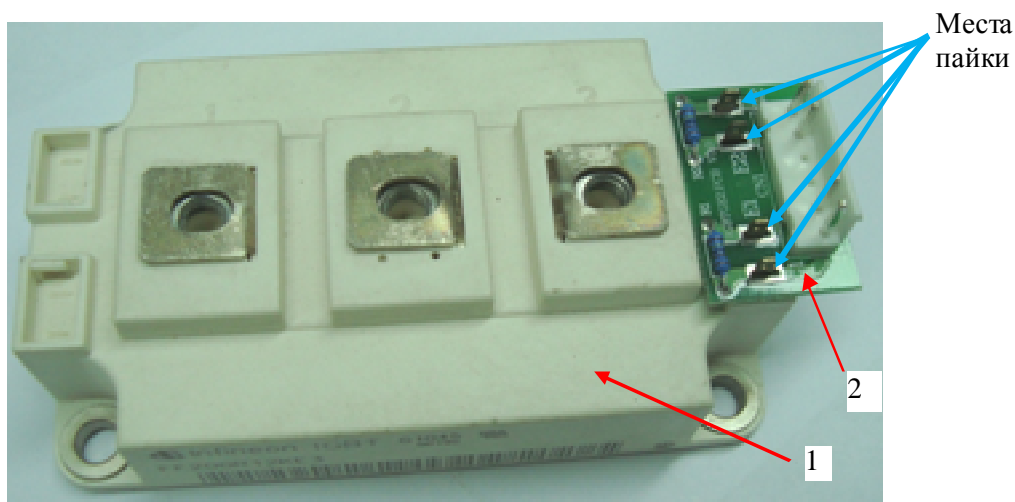

Рис. 7.5.
7.3.3. Установить монтажную плату 2 на модуль IGBT 1, продев ножевые контакты модуля в прорези платы с контактными площадками (рис. 7.5). Паять контакты модуля IGBT к плате.